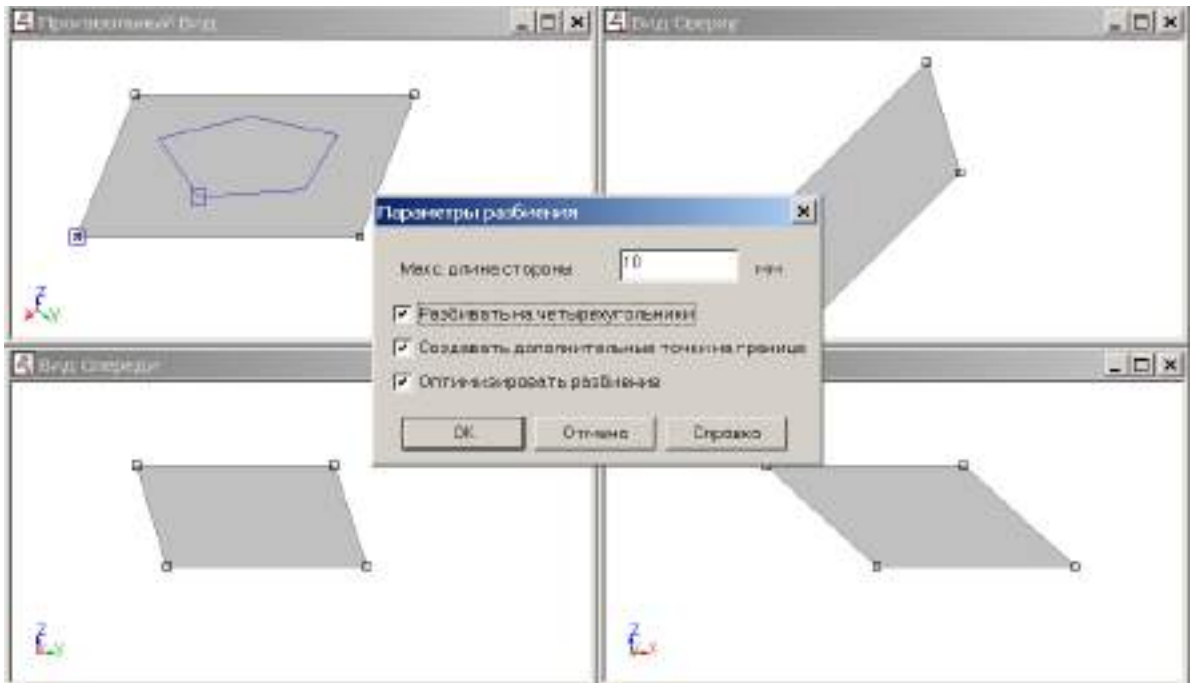

Рисунок 6.16
**Задание 4.7** Разбейте четырехугольник (рисунок 6.16, 6.17)